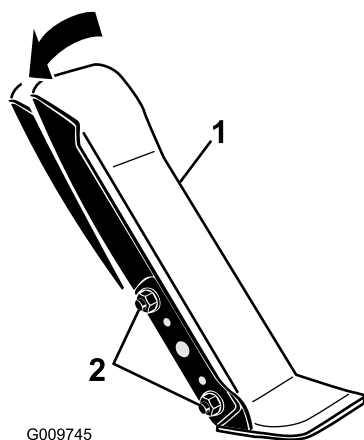

Рисунок 57
1. Ослабьте две гайки и болты крепления левой стороны педали тяги к кронштейну (Рисунок 57).
2. Поверните педаль под требуемым рабочим углом и затяните гайки (Рисунок 57).